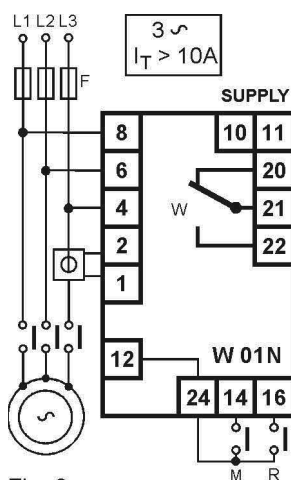

Fig. 9
Seguire lo schema di fig. 9
Follow diagram of fig. 9
b) Se I_t è maggiore di 10A si deve usare un riduttore di corrente (TA)../5 oppure ../1 (schema di fig.9).
Il collegamento si esegue secondo fig.9. Dalla tabella A si ricava che il fondo scala di corrente più vicino, immediatamente superiore al valore di I_t , è 25A.
(Rif. Fig. 9)
CONNECTION WITH CT (Ref. Fig. 9)
b) If I_p is higher than 10A it is requested a current transformer (CT) .../5A or .../1A (fig.9).